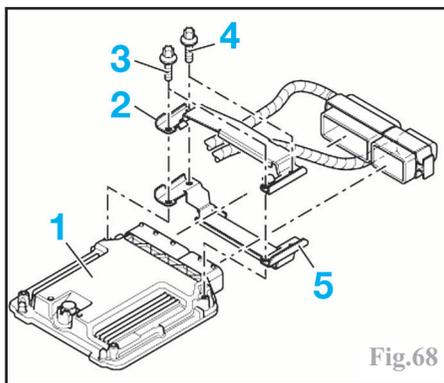

Fig.68
Chauffer le filetage des vis (4) du boîtier de protection dans lequel sont vissées les vis de rupture à l'aide du décapeur thermique (Fig.68). Cette opération permet de faciliter le dévissage des vis.
Désolidariser le dispositif de verrouillage (2) des connecteurs du calculateur (1) de sa patte de fixation inférieure (5) (Fig.68).